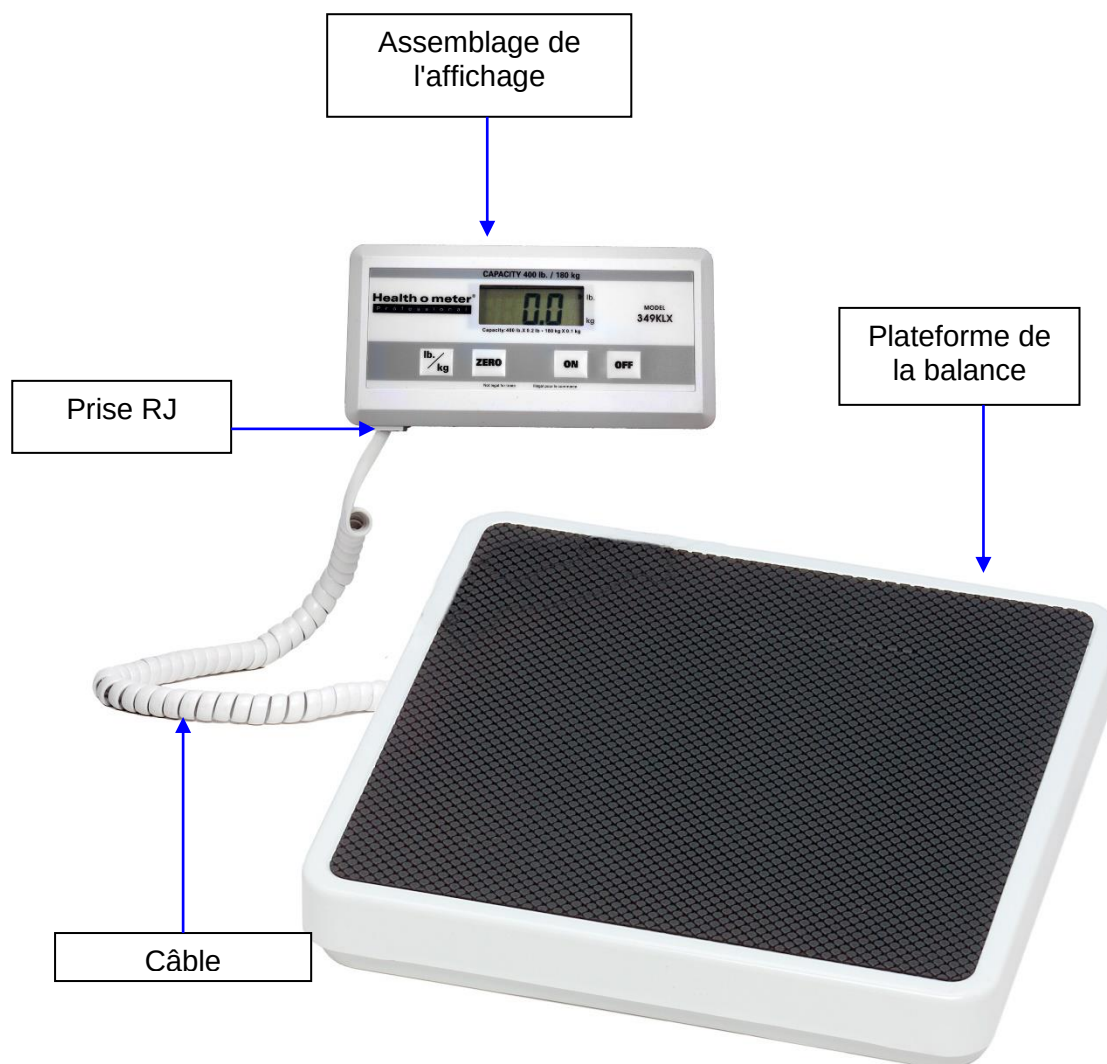

Figure 3
1. Enlevez avec soin la plateforme de la balance et l'assemblage de l'écran de la boîte, et placez la plateforme de la balance et l'assemblage de l'écran sur une surface plane, nivelée et sèche (voir figure 3 à la page 9).